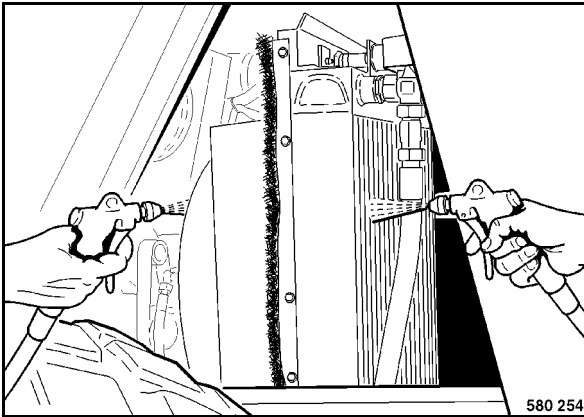

Fig. 128
- Limpiar el radiador (Fig. 128) soplando con aire comprimido.